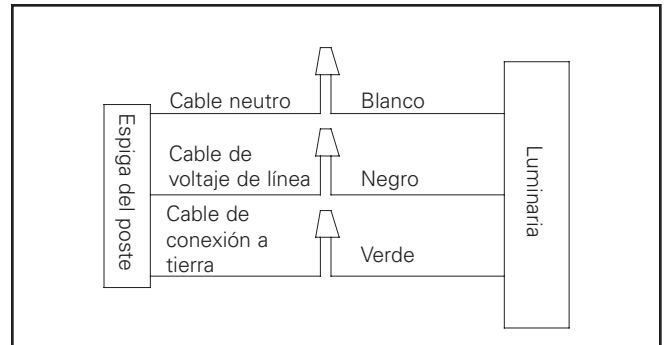

Figura 9.
12. Conecte los cables de alimentación a los terminales de la luminaria. (Figura 9.)